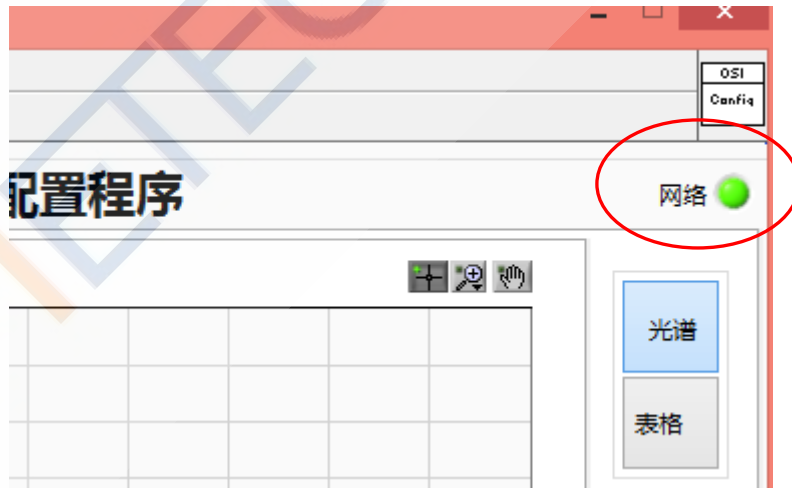

图 2.5
2.1.4、当右上角【Network】显示为绿色，系统即为运行，如图 2.5。